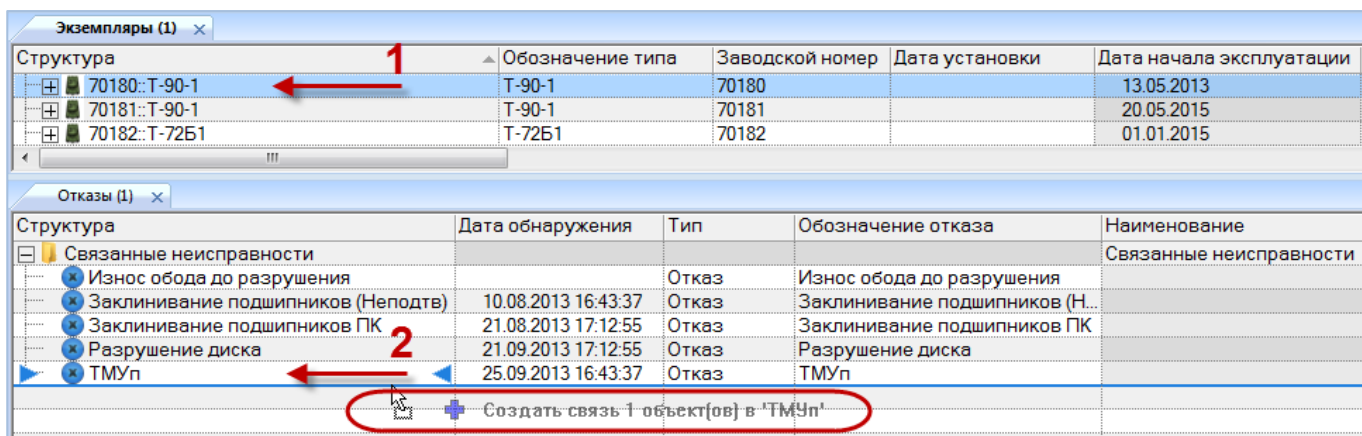

Рис. 26-12 – Переместить экземпляр ФИ на неисправность
2) Выделить экземпляр ФИ в рабочем окне «Экземпляры» (1 на рис. 26-12).
3) Переместить с помощью мыши экземпляр ФИ на неисправность в окно «Неисправности» – появится подсказка вида «+ Создать связь X объект(ов) в ...» (2 на рис. 26-12). Отпустить кнопку мыши.